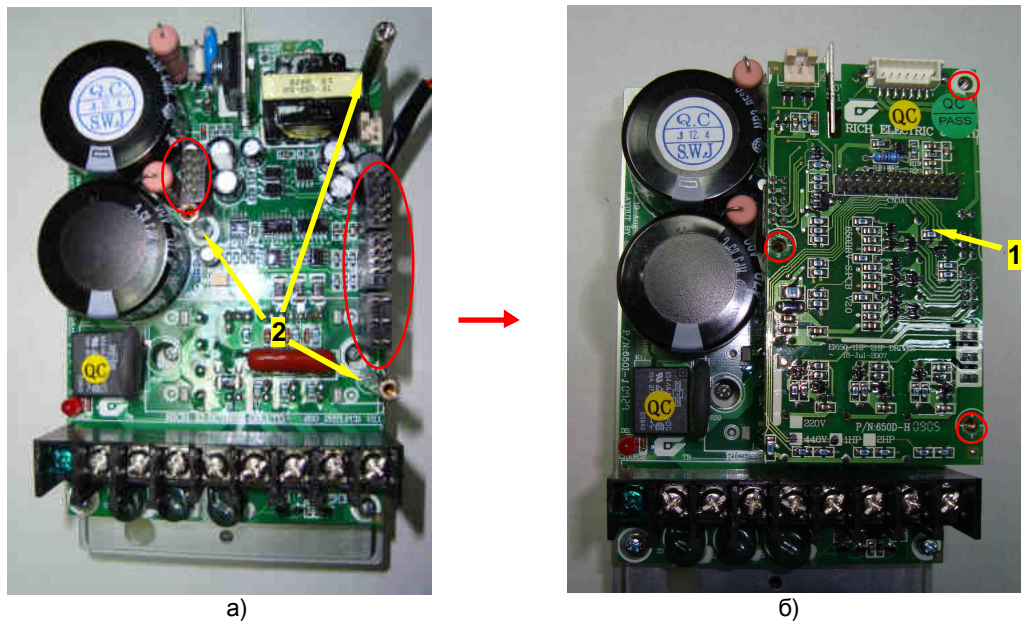

Рис. 7.4
7.3.1. Установить плату драйверов 1(рис. 7.4б).
7.3.2. Вставить ответные части разъемов с обратной стороны платы драйверов в разъемы на плате модуля IGBT (обведены красным), совместив отверстия на плате драйверов (обведены красным) с тремя стойками 2 (рис. 7.4а).